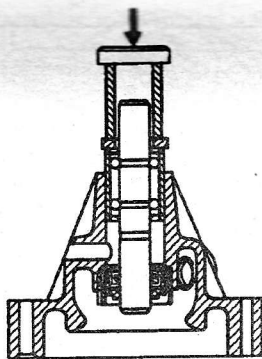

Рис. 64. Запрессовка подшипника с валом водяного насоса в корпусе
- запрессовать подшипник с валиком в сборе в корпус так, чтобы гнездо под фиксатор совпадало с отверстием в корпусе насоса (рис. 64);